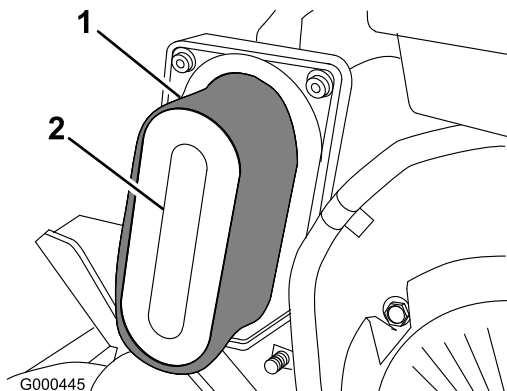

图28
3. 如果泡沫滤芯变脏，请将其从纸质滤芯中取出（图28）。彻底清洁。